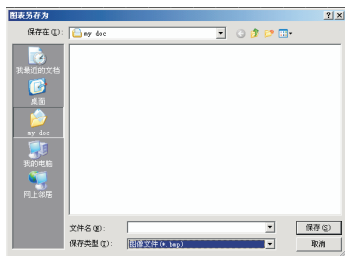

图30
- ①图表另存：将当前曲线描点图表保存为图档文件；（图30）